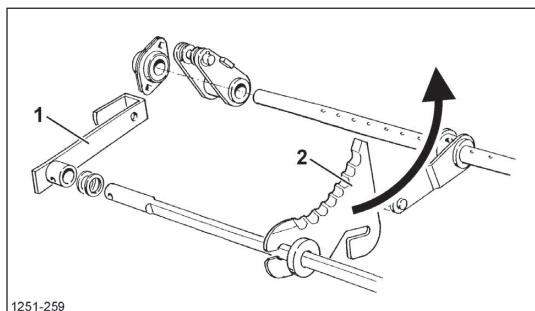

Рисунок 110
- ❑ Тяните каждый нож [2] шипцами сначала назад, затем - вверх относительно оси ножей и извлеките его (Рисунок 110). Ножи удерживаются магнитами